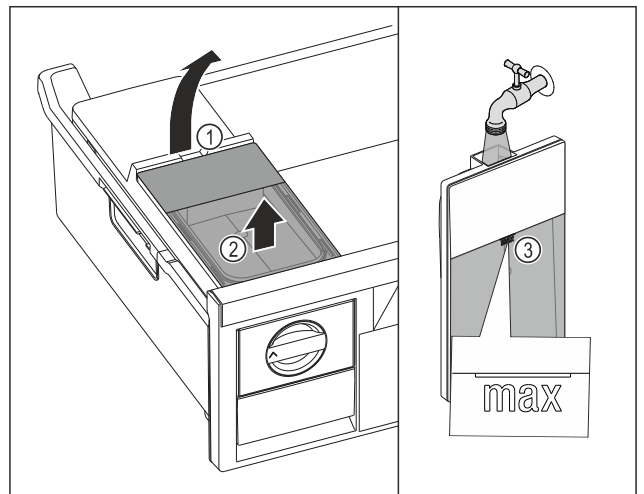

Fig. 98
- ▶ Dvignite rezervoar za vodo dvignite za izrez Fig. 98 (1).
- ▶ Rezervoar za vodo odstranite v smeri navzgor. Fig. 98 (2)
- ▶ Rezervoar za vodo napolnite s pitno vodo do oznake Fig. 98 (3).